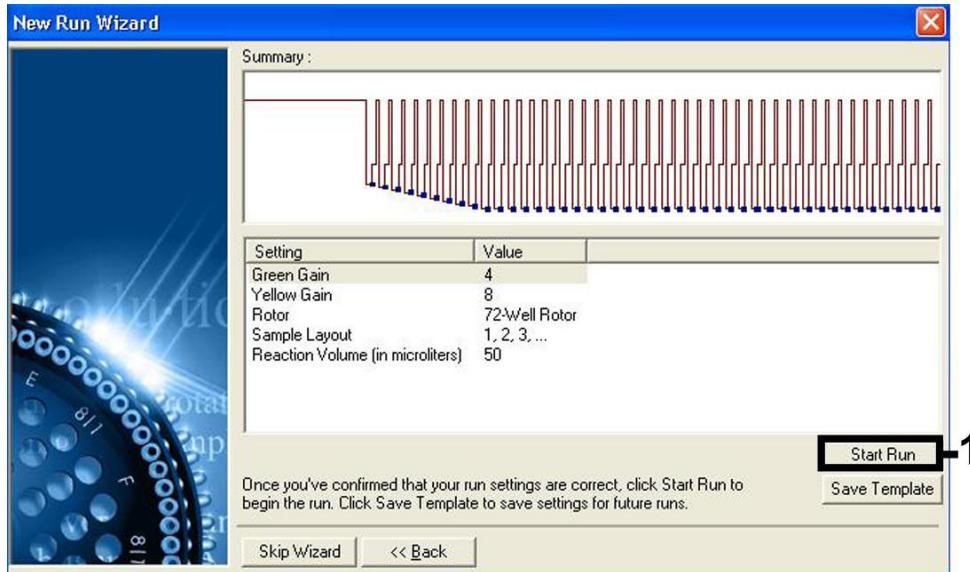

Figura 7. Iniciando a execução.
Iniciando a execução	Figura 7
10. Os valores de ganho determinados pela calibração do canal são salvos automaticamente e enumerados na última janela do menu do procedimento de programação (Figura 7, página seguinte). Clique em **Start Run** (Iniciar execução).